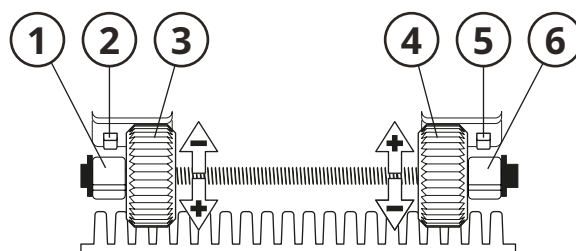

Fig. 7
3. **Grovjustering av ändläge för utrullning;** Rotera trumman moturs sett från motorsidan, tills utrullningshjulet (3, Fig. 7) hindras av stopclipset (1). Detta hörs som ett smattrande ljud.
5. Ta bort stoppclips för utrullning (1, Fig. 7).
9. Ta bort stoppclips för inrullning (6, Fig. 7).
2. Justera ändlägen genom att skruva på in- och utrullningshjulen (3, 4, **Fig. 7**).